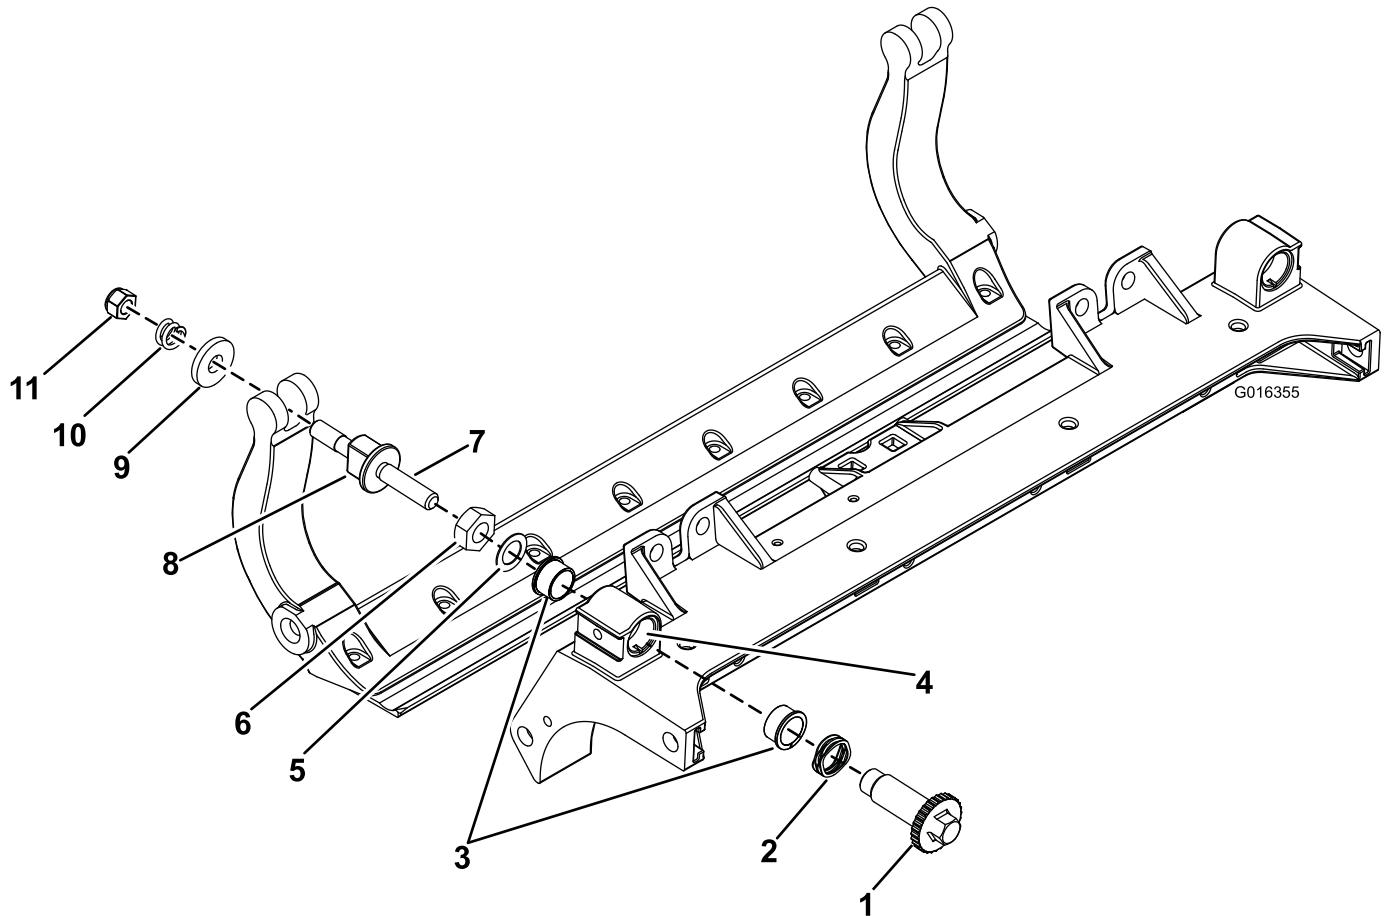

Figura 33
1. Rimuovete tutti i componenti; fate riferimento alle *Istruzioni per l'installazione* del kit DPA HD Modello 120-7230 e a Figura 33.
2. Applicate del lubrificante antigrippaggio all'interno dell'elemento in cui vanno montate le boccole, sul telaio centrale dell'apparato di taglio (Figura 33).
3. Allineate le chiavette sulle boccole flangiate alle scanalature sul telaio e montate le boccole (Figura 33).
4. Montate una rondella ondulata sull'albero del dispositivo di regolazione e inserite l'albero all'interno delle boccole flangiate sul telaio dell'apparato di taglio (Figura 33).
5. Fissate l'albero del dispositivo di regolazione con una rondella piana e un dado di bloccaggio (Figura 33). Serrate il dado di bloccaggio a un valore compreso tra 20 e 27 N·m.
- B. Posizionate una rondella in acciaio all'esterno di ciascuna rondella in nylon (Figura 33).